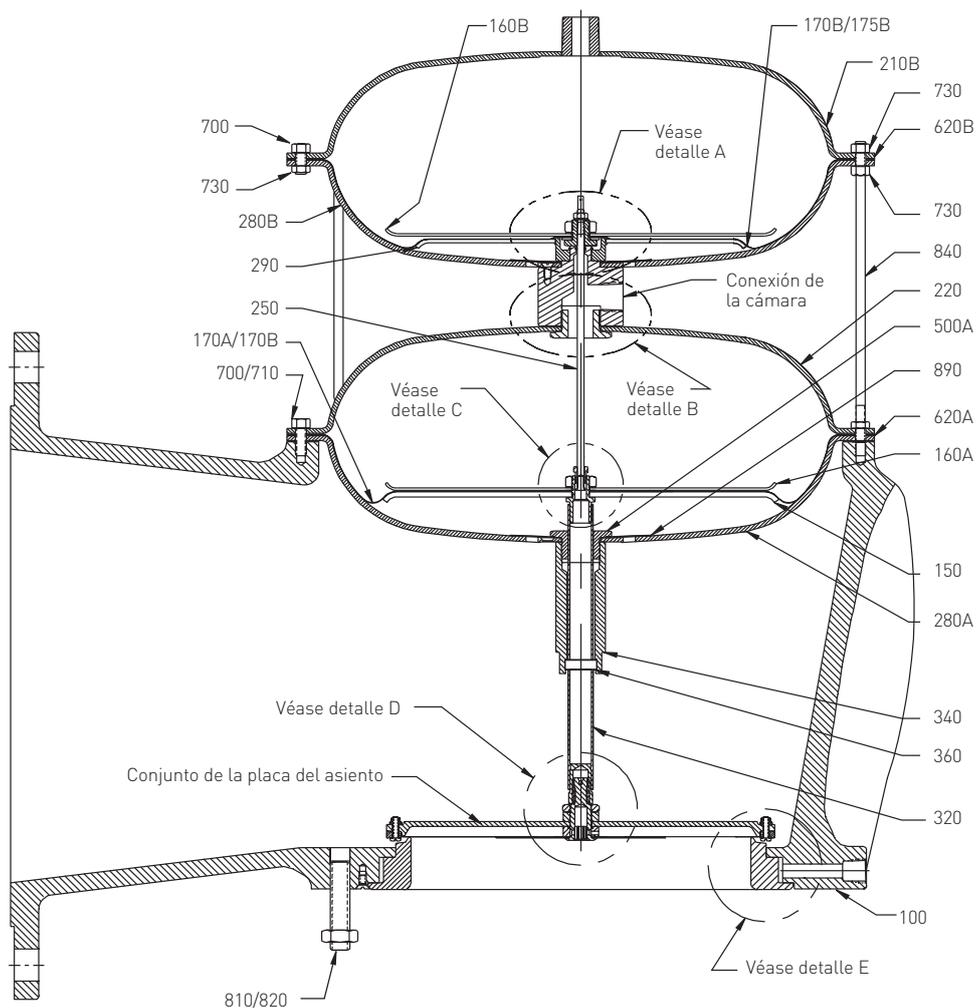

FIGURA 2
2.3 Desmontaje de diafragma de cámara doble de la válvula principal (consultar Figura 2)